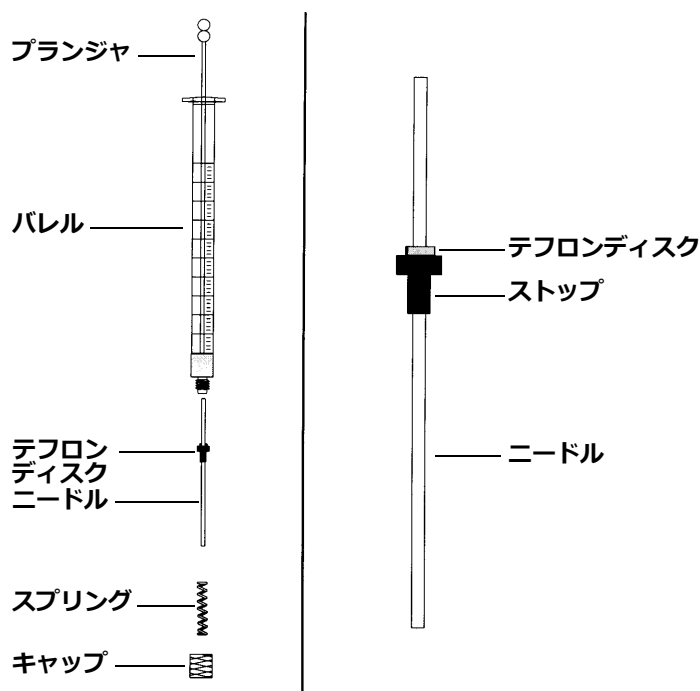

図 71 シリンジの部品
ニードルをシリンジバレルに挿入するには (図 71) :
- 2 ニードルにテフロンディスク (図 71) があることを確認します。シリンジバレルにテフロンディスクがない場合は、シリンジボックス内の説明書に従って、ニードルを自分でラップします。